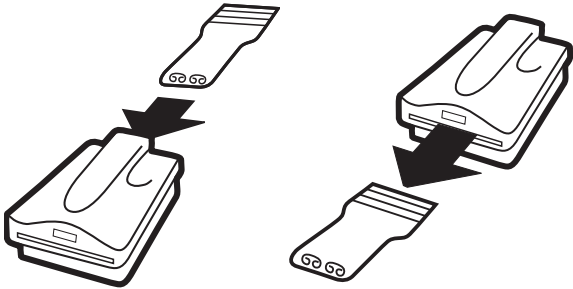

Fig. 5
- Sätt in verktyget från enhetens baksida och dra verktyget hela vägen framifrån (se fig. 5).